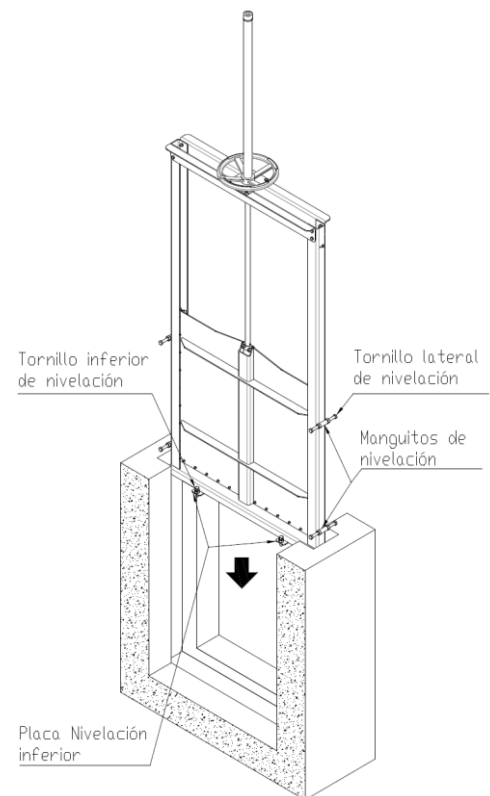

Figura 1
- Posicionar, centrar y nivelar la compuerta canal en la roza del muro. Para ello ajustar los tornillos en los manguitos y placas de nivelación (ver Figura 1). Asegurarse de que la compuerta canal está centrada en el canal. **NOTA:** Las compuertas de canal de tamaño pequeño no incluyen placas de nivelación. En tal caso, seguir el Paso 1B antes de proseguir con el "Paso 2" para, de este modo, poder nivelar la compuerta verticalmente